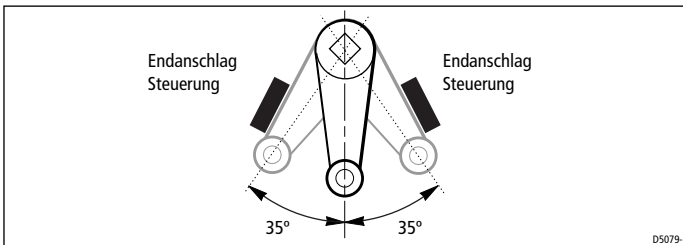

Abb. 7: Gesamtruderbewegung
- die Gesamtruderbewegung auf  $\pm 35$  Grad durch die Endanschläge und nicht durch den Linearantrieb begrenzt wird (siehe Abbildung 7).